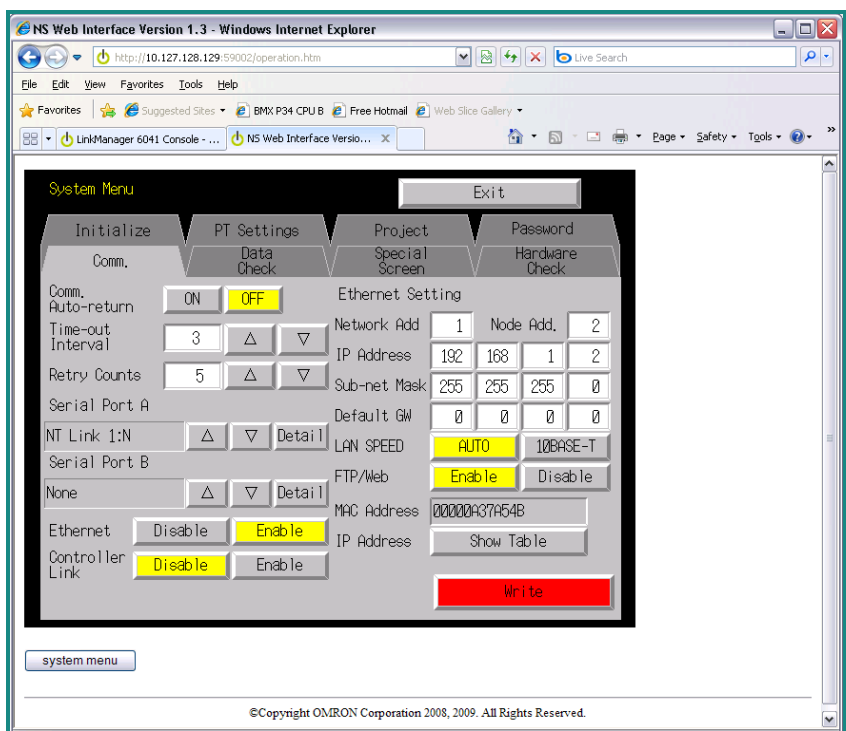

图8 HMI Web 界面屏幕
1. 如果可以直接访问 HMI Web 界面，请访问第 5 节，如图 8 所示。